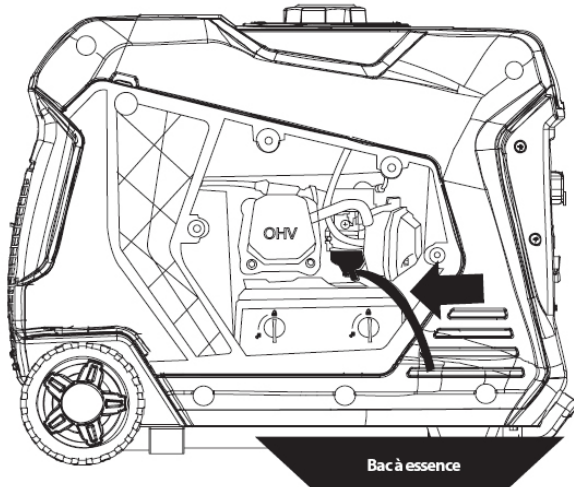

Figure 14: Tuyau de vidange de carburant
2. Localisez le tuyau en plastique transparent du flotteur qui s'étend vers le bas de l'onduleur, tirez ce tuyau à l'extérieur du corps et placez un récipient approprié en dessous pour récupérer le carburant vidangé (voir Figure 14).